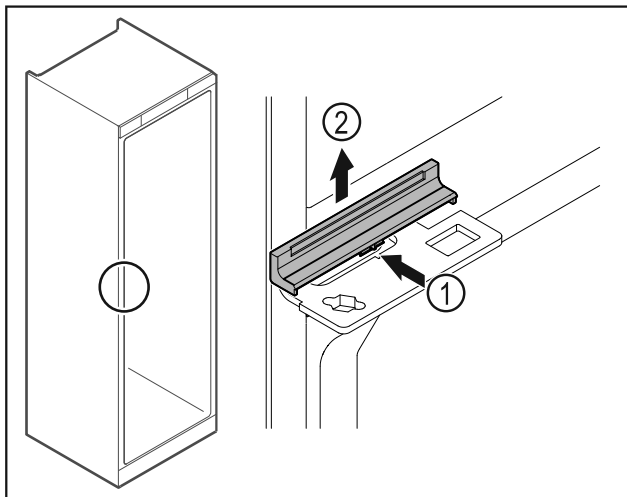

Fig. 48
- ▶ Apăsați apărațoarea Fig. 48 (1) ușor în centru și detașați-o în sus Fig. 48 (2).